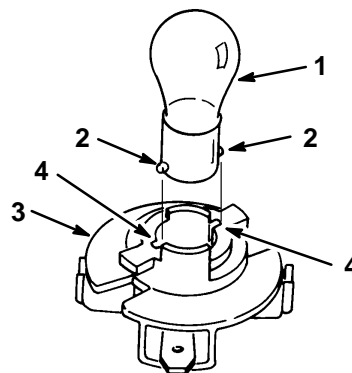

Figure 49
4. Pousser sur l'ampoule pour la tourner à fond vers la gauche (env. 1/4 tour) et la retirer de l'embase (Fig. 49).
1. Le culot de l'ampoule présente deux ergots métalliques. Aligner ces ergots face aux fentes de l'embase et insérer le culot dans la douille de l'embase (Fig. 49). Pousser sur l'ampoule et la tourner à fond vers la droite.